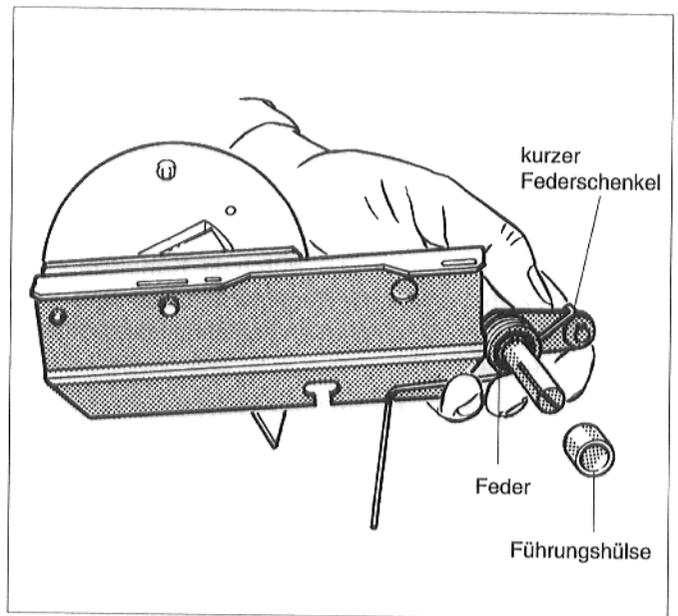

Abb. 4
5. Feder und Führungshülse auf rechten Lagerstift stecken. Der kurze Federschenkel muß dabei auf dem Lagerhebel aufliegen (Abb. 4).